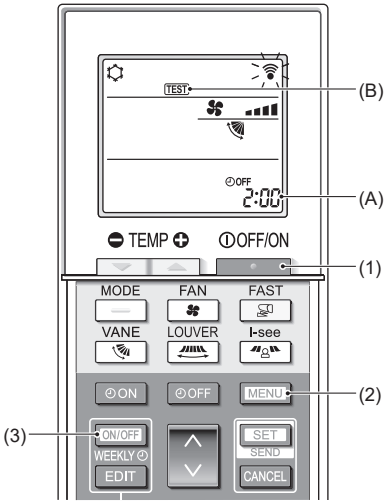

Fig. 7-5
7.2.2. Utilisation de la télécommande sans fil (Fig. 7-5)
- Appuyez sur le bouton [OFF/ON] (1) pour arrêter le climatiseur.
- Si la minuterie hebdomadaire est activée (WEEKLY est affiché), appuyez sur le bouton [ON/OFF WEEKLY] (3) pour la désactiver (WEEKLY disparaît).
- Appuyez sur le bouton [MENU] (2) pendant 5 secondes.
- Appuyez sur le bouton [MENU] (2).
- TEST (B) s'allume et l'appareil entre en mode essai de fonctionnement.